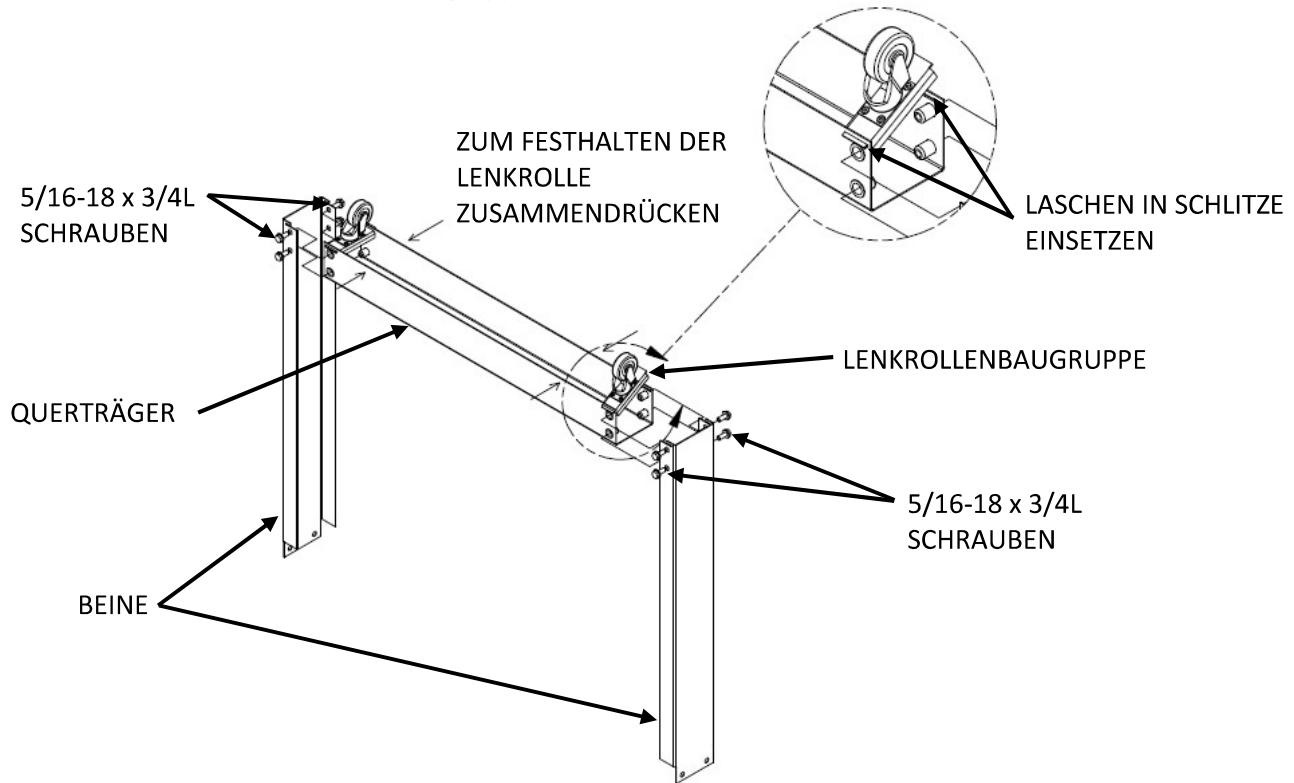

Abbildung 2
4. Setzen Sie die Laschen der **LENKROLLENBAUGRUPPE** in die Slits des **QUERTRÄGERS FÜR DIE BEINE**; drücken Sie dann den Querträger zusammen, um die **LENKROLLENBAUGRUPPEN** festzuhalten (siehe **Abbildung 2**).
6. Verwenden Sie vier **5/16-18 x 3/4L SCHRAUBEN**, um die entsprechenden **BEINE** an den **QUERTRÄGERN** zu befestigen (siehe **Abbildung 2**).